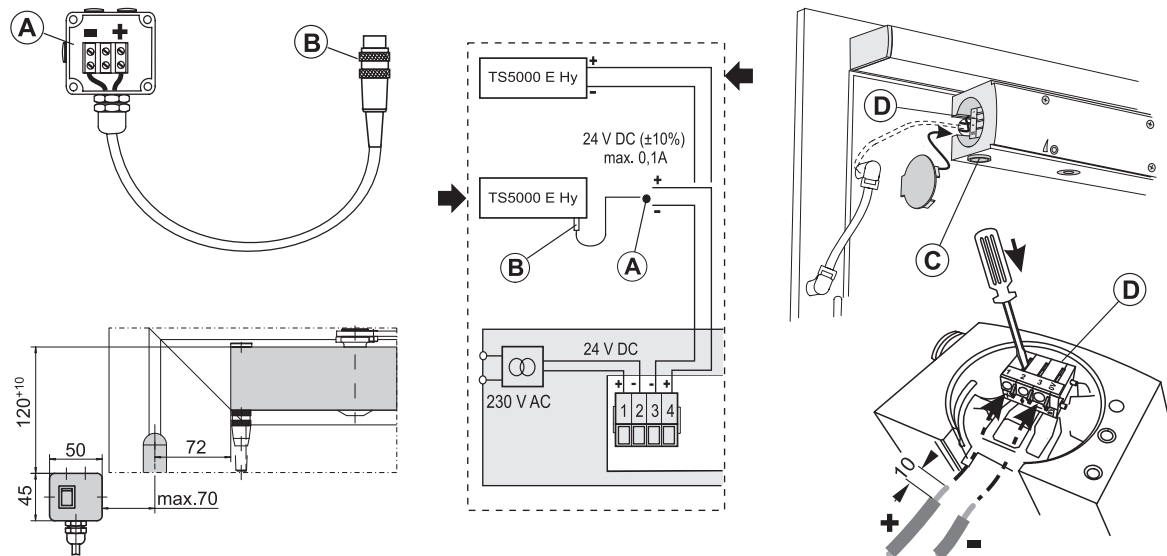

Fig.: 6.4.1
En cas d'ameneée cachée de ligne, le câble doit déjà être posé dans le vantail de porte avec un perçage Ø 20. Il sera raccordé plus tard au raccord (D) comme sur la fig. 6.4.1.